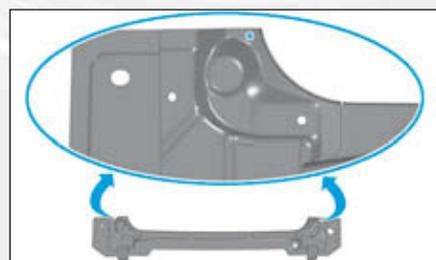

FIG. 189
• Tracer puis percer sur la pièce de rechange au Ø 6,5 mm pour soudage ultérieur par points bouchons MAG (Fig.189).